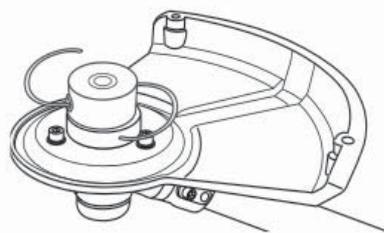

Fig. 26
- Utiliser le tournevis pour retirer l'écrou et l'entretoise (Fig. 26).